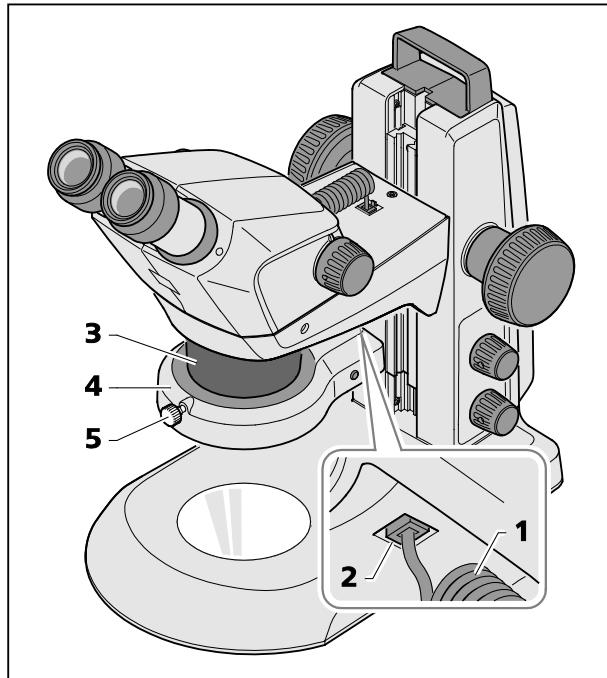
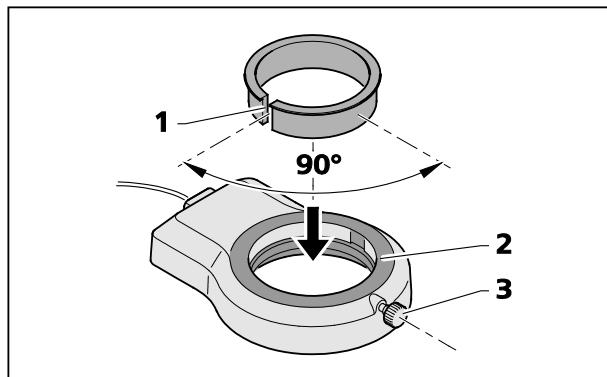

Fig. 13 Montar el iluminador anular al cuerpo de microscopio
Fig. 14 Montar el iluminador anular a la unidad óptica frontal 3
- Enchufar el cable de conexión (Fig. 13/1) del iluminador anular (Fig. 13/4) en la hembrilla inferior (Fig. 13/2) del soporte Stemi y en la hembrilla del iluminador anular.
- Empujar el iluminador anular desde abajo en el cuerpo de microscopio (Fig. 13/3) y fijarlo con el tornillo moleteado (Fig. 13/5).
- Colocar el anillo adaptador ranurado (Fig. 14/1) incluido en el suministro de la unidad óptica frontal desde arriba en el iluminador anular (Fig. 14/2).
- Empujar el iluminador anular con el adaptador en la unidad óptica frontal hacia arriba y fijarlo mediante el tornillo de retención (Fig. 14/3) (análogamente a la Fig. 13).
Se obtiene el mejor efecto de retención siendo situada la ranura (Fig. 14/1) del adaptador de forma desplazada en aprox. 90° respecto al tornillo de retención (Fig. 14/3) del iluminador anular.